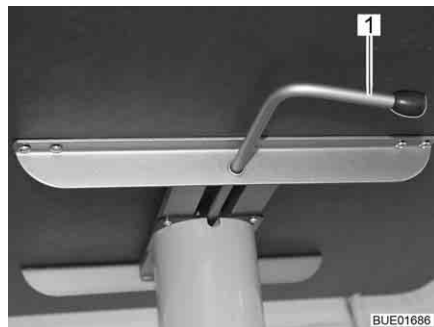

Bild 83 Lyftbord
- Sväng låsarmen (Bild 83,1) åt vänster. Spärren till lyftmekanismen är öppen.
- Sväng låsarmen (Bild 83,1) åt höger (Bild 83). Lyftmekanismen är låst.
- Sväng låsarmen (Bild 83,1) åt vänster. Spärren till lyftmekanismen är öppen. Bordsskivan åker till det övre stoppläget.
- Sväng låsarmen åt höger (Bild 83). Lyftmekanismen är låst.